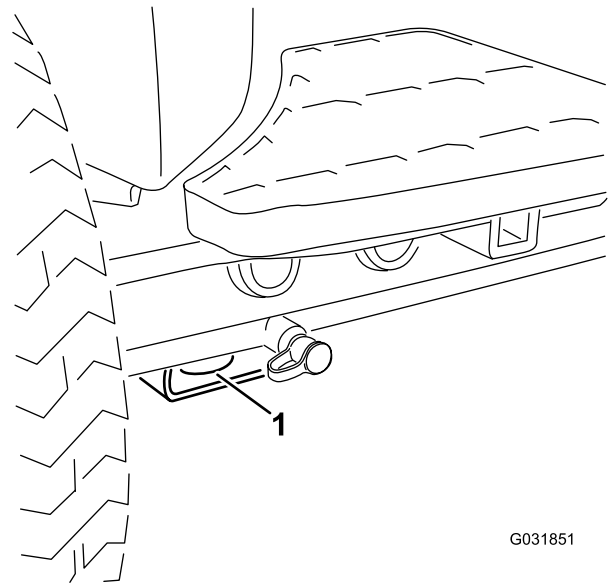

Figure 60
- **Avant de la machine** – trou du patin rectangulaire, sous le tube d'essieu, à l'intérieur de chaque roue avant (Figure 60).